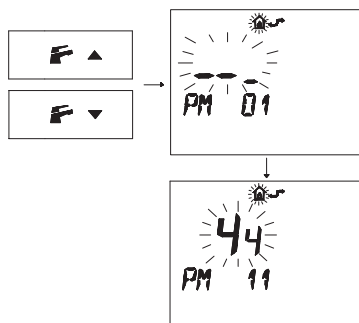

Рисунок 5.71
- Нажмите кнопки F или F, чтобы вывести на дисплей параметр "PM11" пост-циркуляции насоса (Рисунок 5.71).